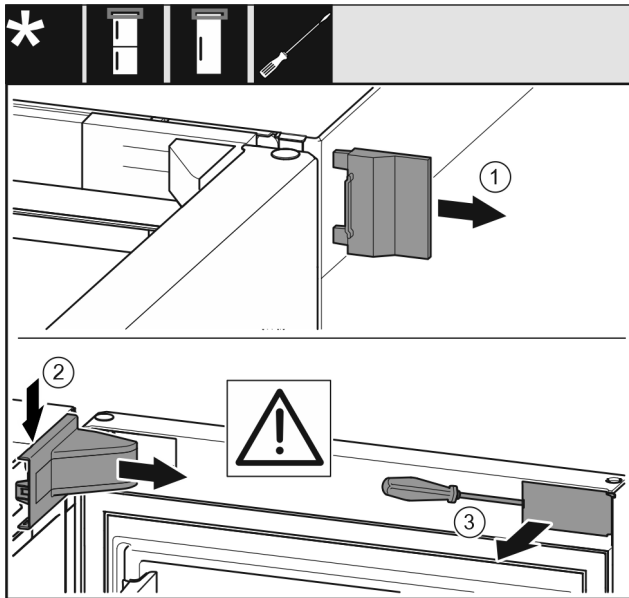

Fig. 10
- ▶ Skinite vanjski poklopac Fig. 10 (1).
- ▶ Podignite i skinite pokrov podloška ležaja Fig. 10 (2).
- ▶ Odvijačem s ravnom glavom odvojite masku Fig. 10 (3) i zakrenite je na stranu.